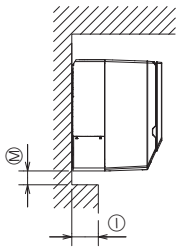

Fig. 2-2
- ③ Sortie d'air : ne placer aucun obstacle à moins de 1 500 mm, 59-1/16 pouces de la sortie d'air.
- ④ Surface du sol
- ⑤ Mobilier
- ⑥ Lorsqu'une traverse dépasse du mur de plus de 60 mm, 2-23/64 pouces, une distance supplémentaire est nécessaire car le flux d'air du ventilateur peut créer un cycle court.
- ⑦ 1 800 mm, 70-55/64 pouces minimum de la surface du sol (pour montage en hauteur)
- ⑧ 75 mm, 2-61/64 pouces ou plus avec tuyauterie gauche, arrière gauche ou inférieure gauche et installation d'une pompe de vidange en option. (Utilisez le crochet positionné sur la partie inférieure du panneau de montage si la dimension est comprise entre 55 mm, 2-11/64 pouces et 75 mm, 2-61/64 pouces (moins de 55 mm, 2-11/64 pouces : dimension incorrecte). Reportez-vous à la section 3.5. pour plus de détails.)
- ⑨ 350 mm, 13-25/32 pouces minimum avec installation d'une pompe de vidange en option
- ⑩ Reportez-vous à la Fig. 2-2